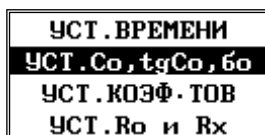

Рисунок 36
6.4.4.8 Пункт «УСТАНОВКА  $C_0$ ,  $tgC_0$ ,  $\phi_0$ » (рисунок 36) позволяет проконтролировать и устанавливать параметры эталонной емкости и углов сдвига фаз. При этом, обозначение  $tgC_0$  подразумевает именно тангенс угла потерь образцового конденсатора,  $\phi_0$  – поправку углов сдвига фаз « $\delta_0$ » и « $\delta_{X0}$ » для внешних цепей.